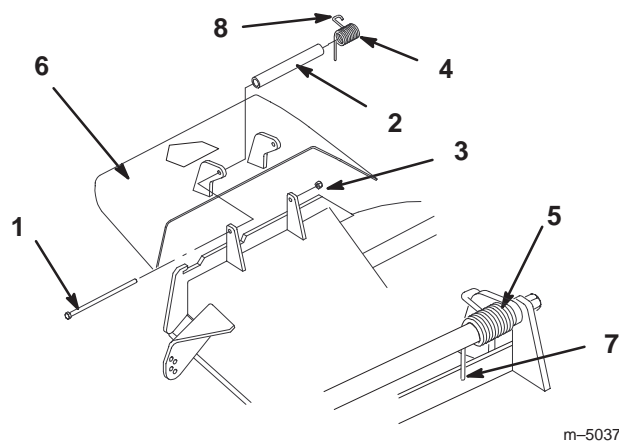

Figure 65
1. Retirez le contre-écrou, le boulon, le ressort et l'entretoise qui fixent le déflecteur aux supports de pivot (Fig. 65). Enlevez le déflecteur s'il est endommagé ou usé.
Remarque : Prenez soin de placer l'extrémité droite du ressort derrière le bord du plateau avant de mettre le boulon en place, comme indiqué à la Figure 65.
3. Remettez le boulon et l'écrou. Accrochez l'extrémité crochue du ressort au déflecteur d'herbe (Fig. 65).